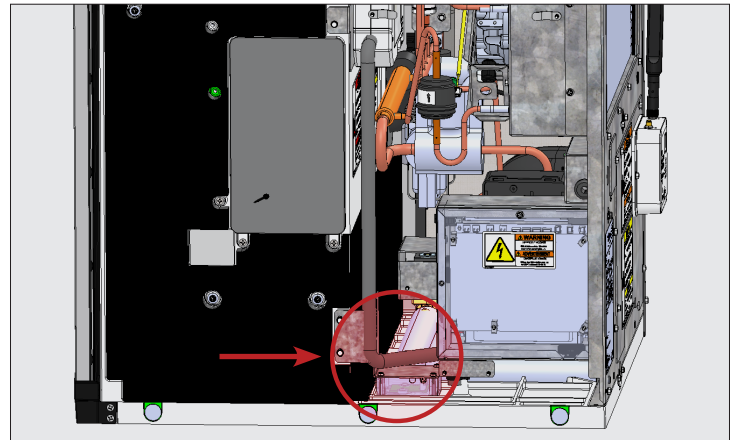

Abb. 1. Ort der Anbringung des Eisfüllstandsensors.
3. Entfernen Sie die 2 Schrauben, die die Halterung am Kunststoffgehäuse halten. Siehe Abb. 1.